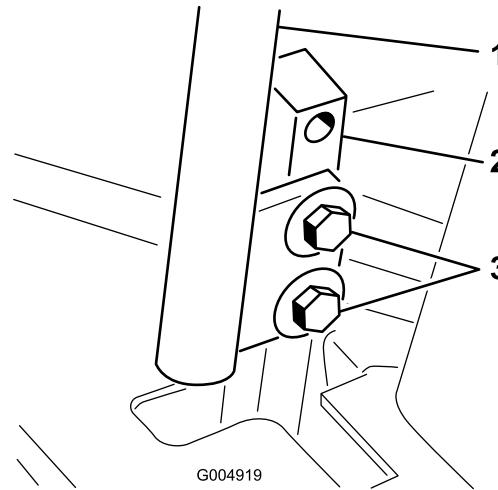

Figure 54
3. Desserrez les boulons de fixation des leviers de commande (Figure 54).